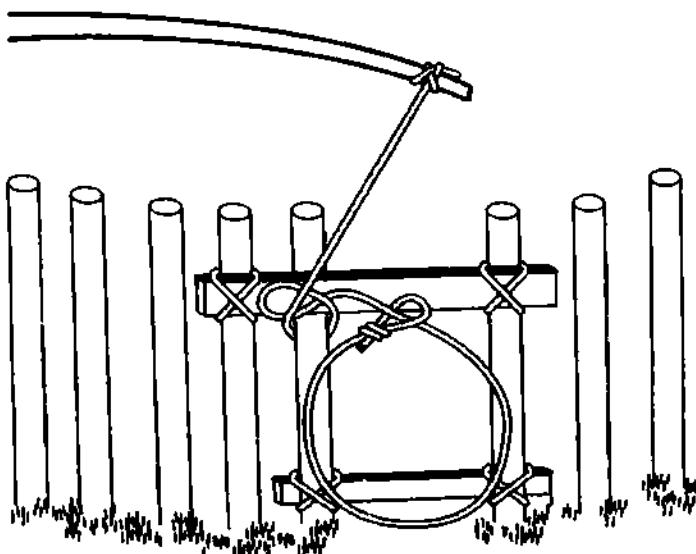

Рис. 583. Использование самозатягивающегося полуштыка в ловушке для животных.
**Самозатягивающийся полуштык** находит очень широкое применение не только у моряков. Из-за своей простоты и моментального развязывания им с незапамятных времён пользуются охотники, применяя его в ловушках (рис. 583).